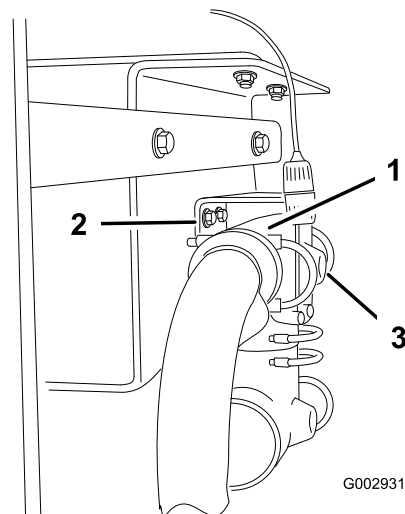

Figura 18
6. Desmonte os dispositivos de fixação do T situados por trás da válvula de alimentação da rampa, para que o T se desloque para baixo, ficando suspenso nos tubos (Figura 18).
7. Faça, com cuidado, um furo (com 6 mm de diâmetro) na face do pórtyco existente na parte traseira do T (Figura 18).